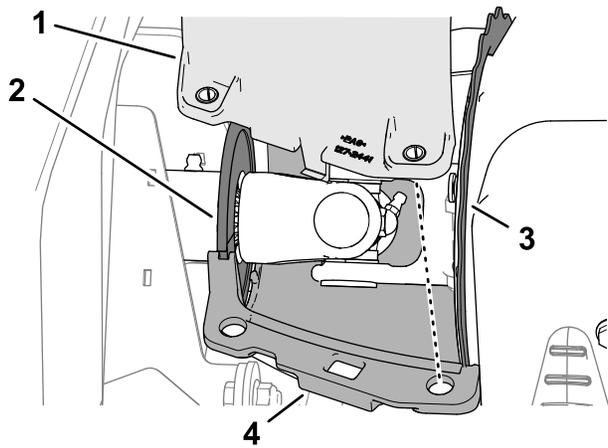

図 70
1. 上下のジェネレータ冷却用エアシュラウドの溝を駆動シャフトのブラシのシールおよびジェネレータカバーのフランジに合わせる 図 70。